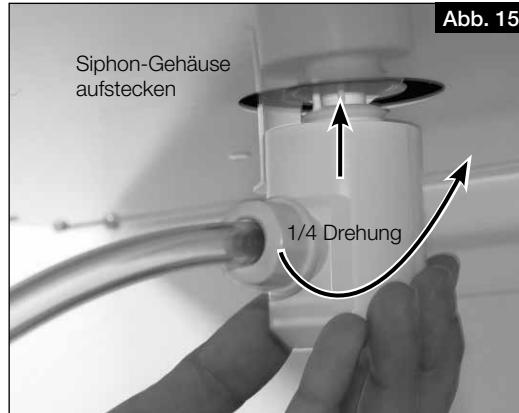

Abb. 15
- Siphon-Gehäuse aufstecken und mit einer 1/4-Drehung im Befestigungsteil einrasten lassen (s. Abb. 15). Darauf achten, dass die Schwimmerkugel lose im Gehäuse liegt!